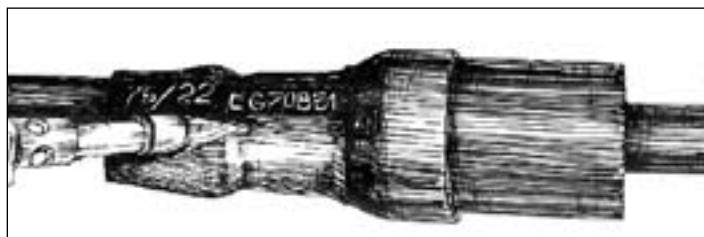

Рис. 4.18. - Герметизация конусного окончания с оболочкой кабеля
**4.4.6.** Производят герметизацию с оболочкой кабеля трубкой ТУТ 75/22 (Рис. 4.18).